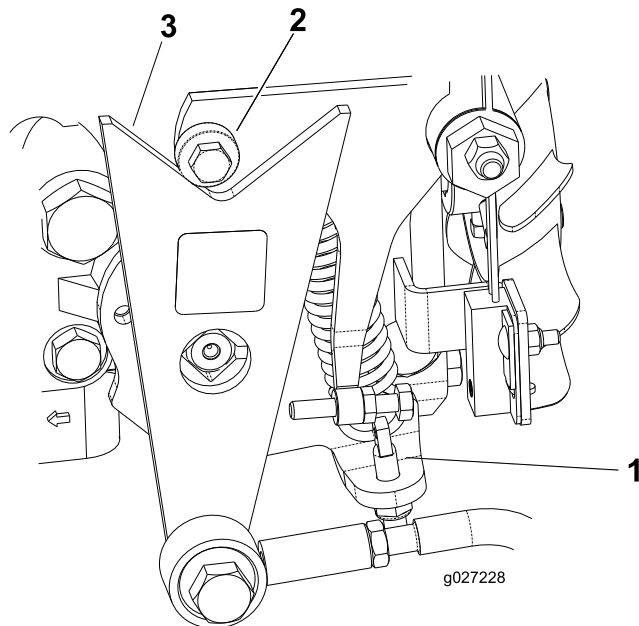

図 44
- 回転方向が正しければ、エンジンを停止し、スプリング調整ピンのロックナットの調整を行う 図 44。走行系統のニュートラル調整を行う 走行ドライブのニュートラル調整 (ページ 31)を参照。